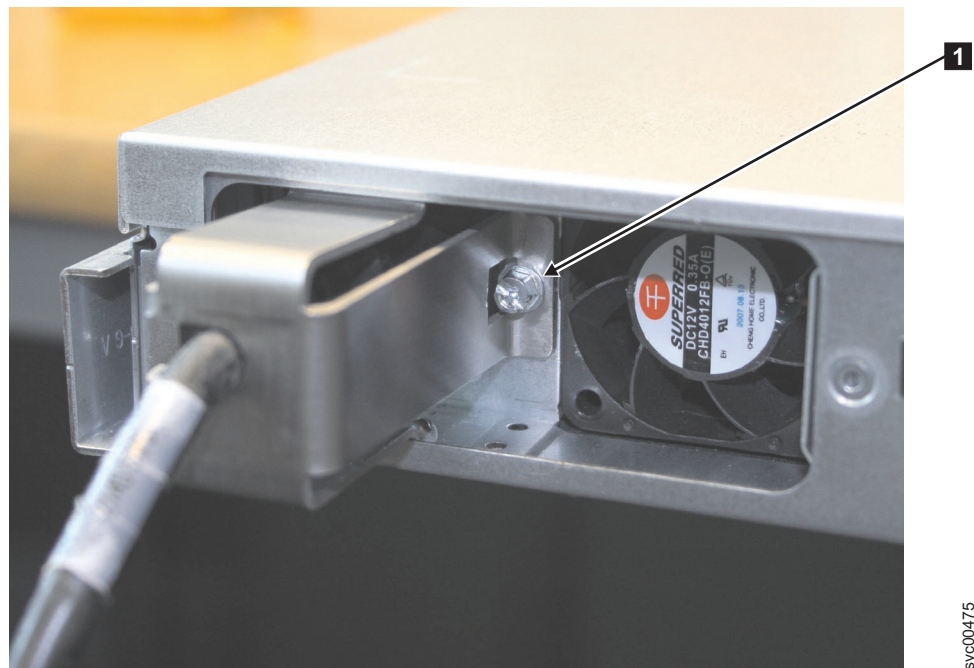

図 23. ケーブル保持ブラケットが取り付けられた SAN ポリウム・コントローラー 2145-8A4
1. ノードの電源をオフにした状態で、図 23 に示すように、留めねじ **1** を外す方向に半回転させます。ただし、完全に緩めたり、取り外したりしないでください。